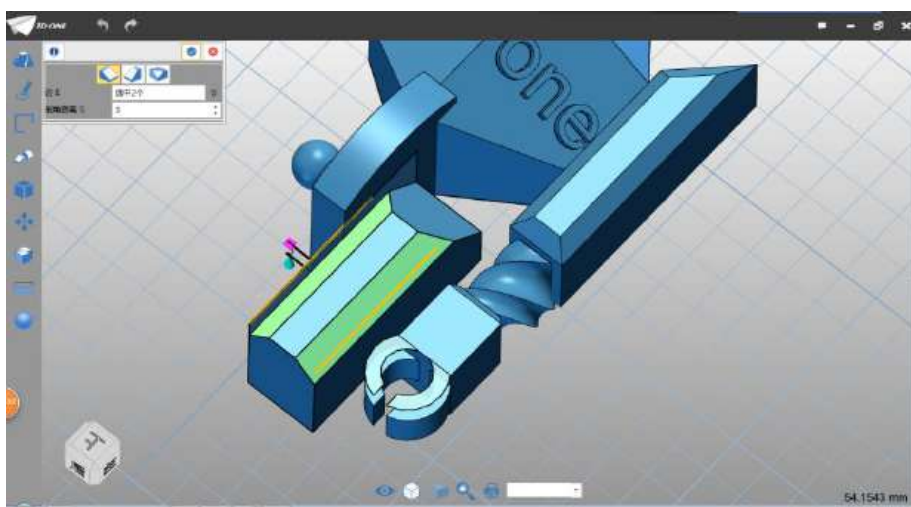

图 4-6
Step 6 点击确定，完成倒角。点击倒角命令，选择两条边线，如图，倒角距离设为 3，如下图 4-6 所示：